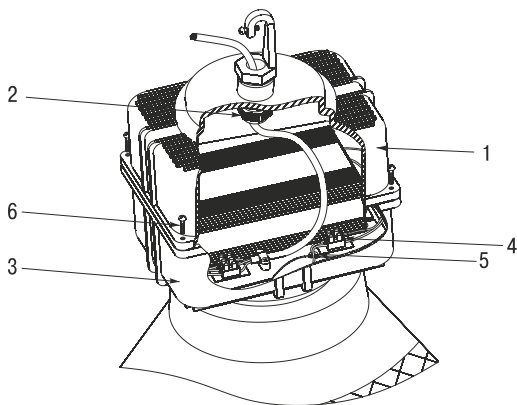

Рисунок 3
- Открутить винты (поз.6) крепящие верхнюю крышку (поз.1), (см. рисунок 3).